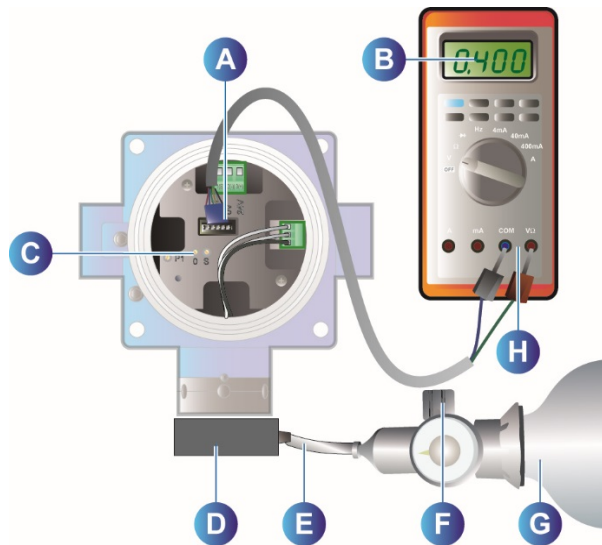

Figure 14 : réglage du zéro (OLCT 100).
2. Insérer les fiches vertes et bleues du cordon de mesure respectivement dans les bornes + et – du multimètre (Figure 14, rep. H).